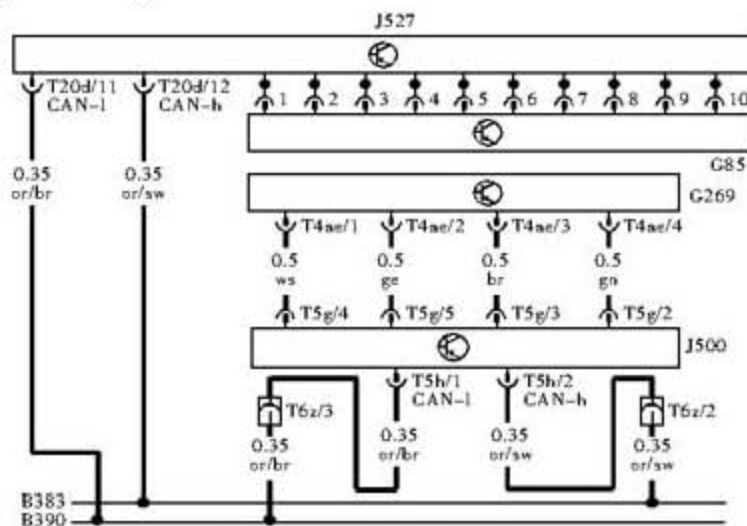

图2 转向柱电控系统电路图
- 3). 从以上分析可以看出，转向角度传感器 G85 信号对于电子制动系统和电子动力转向系统都很重要，而且当 G85 或其线路损坏时都会使系统警告灯点亮。为了确定 G85 或其线路是否存在故障，下面根据转向柱电控系统电路图(图 2)检查线路。速腾轿车采用了光栅感应式转向角度传感器 G85，安装在转向管柱上转向开关与转向盘之间，与安全气囊时钟弹簧集成为一体。需要注意的是，G85 是惟一个与 CAN 总线相连传感器，它的信号通过 CAN 总线传给转向柱电控单元 J527，再通过总线 B390(CAN-l)和 B383(CAN-h)把信息传给 ESP 控制单元。从电路图可以看出，G85 的信号也是由 J527 经过 CAN 总线送到电子动力转向系统控制单元 J500。既然到达 2 个控制单元的信号都来自 CAN 总线，那么就可以使用示波器来检测 CAN 总线，这是检测总线的较好方法。